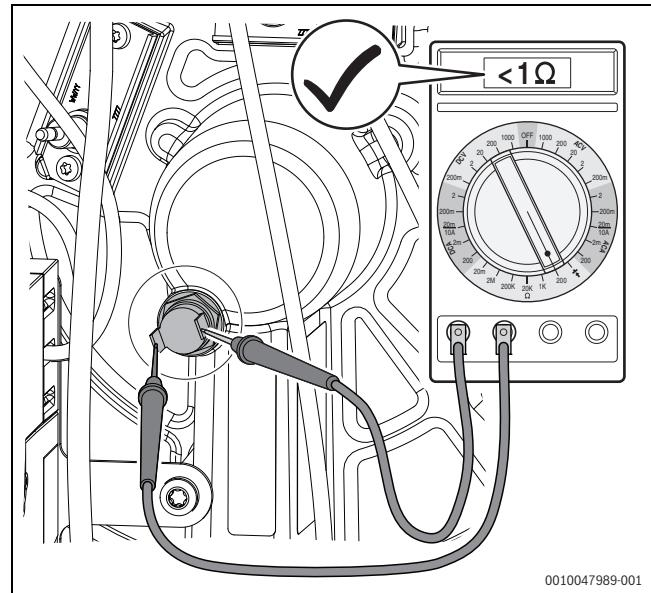

Bild 74 Elektrischen Widerstand an den Kontakten des Temperaturwächters messen (Temperaturwächter in Ordnung)
- Elektrischen Widerstand an den Kontakten des Temperaturwächters messen (→ Bild 74).